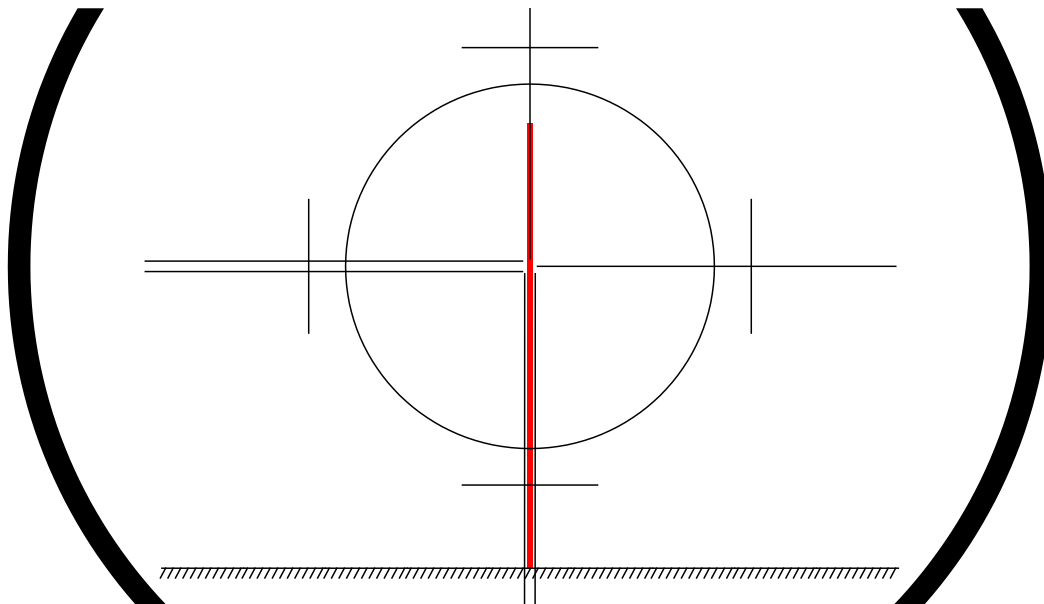

Рис. 6. Наведение вертикальной нити сетки на ось миры.
- 5) Правой рукой закрепите зажимы зрительной трубы и алидады 19 и 20 в положение «от себя». Выполните точное наведение на миру. Для этого, попеременно вращая наводящий винт зрительной трубы 22 и алидады 23, наведите перекрестие сетки нитей на миру. Добейтесь того, чтобы вертикальная нить сетки совпадала с осью миры. Для более точного наведения можно воспользоваться вертикальным биссектором и поместить ось миры между его нитями (рис. 6).
- 12) Когда изображение миры появится в поле зрения, левой рукой закрепите зажимы зрительной трубы и алидады 19 и 20 в положение «к себе». Попеременно вращая наводящий винт зрительной трубы 22 и алидады 23, наведите перекрестие сетки нитей на миру. Добейтесь того, чтобы вертикальная нить сетки совпадала с осью миры (рис. 6).
- 13) Посмотрите в микроскоп. При необходимости подстройте яркость изображения зеркалом подсветки. Плавно вращая рукоятку микрометра 18, совместите штрихи в нижнем окошке. Возьмите отсчет по горизонтальному кругу (M2) и занесите его в ведомость в графу (5) (*в примере: 194,4661*). Наблюдение миры завершено.